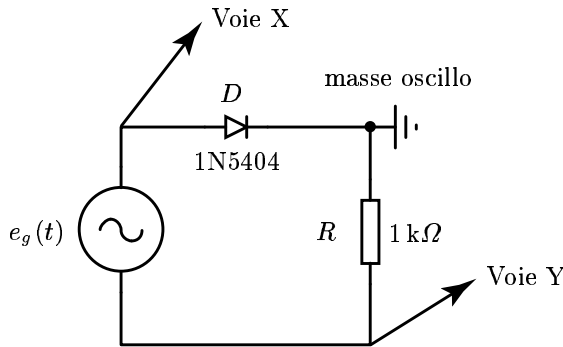

Figure 1.2. Tracé de caractéristique à l'aide d'un oscilloscope.
- ⇒ Réalisez le montage représenté figure 1.2. Quel est le rôle de la résistance R ?